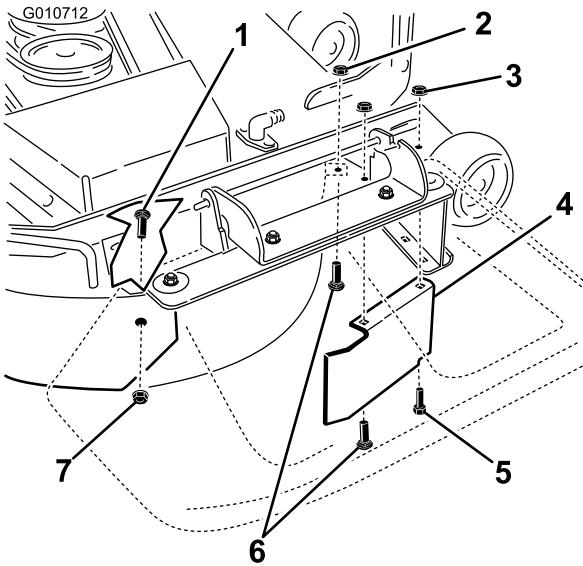

Bild 34
- Entfernen Sie die Schlossschraube (5/16" x 3/4") und die Sicherungsmutter (5/16") an der Rückwand des Mähwerks, mit denen das Ablenkblech am Mähwerk befestigt ist (Bild 34).
10. Ermitteln Sie den Ablenkblechschutz an der vorderen Kante der Seitenauswurföffnung. Entfernen Sie die Befestigungen, mit denen der Ablenkblechschutz und das rechte Ablenkblech am Mähwerk befestigt sind, siehe Bild 34. Entfernen Sie den Ablenkblechschutz und bewahren Sie die Befestigungen auf.
13. Bringen Sie die Befestigungen an, die Sie vorher aus den vorderen Löchern in der Auswurfplatte und dem vorderen Loch am Mähwerk entfernt haben (Bild 34).